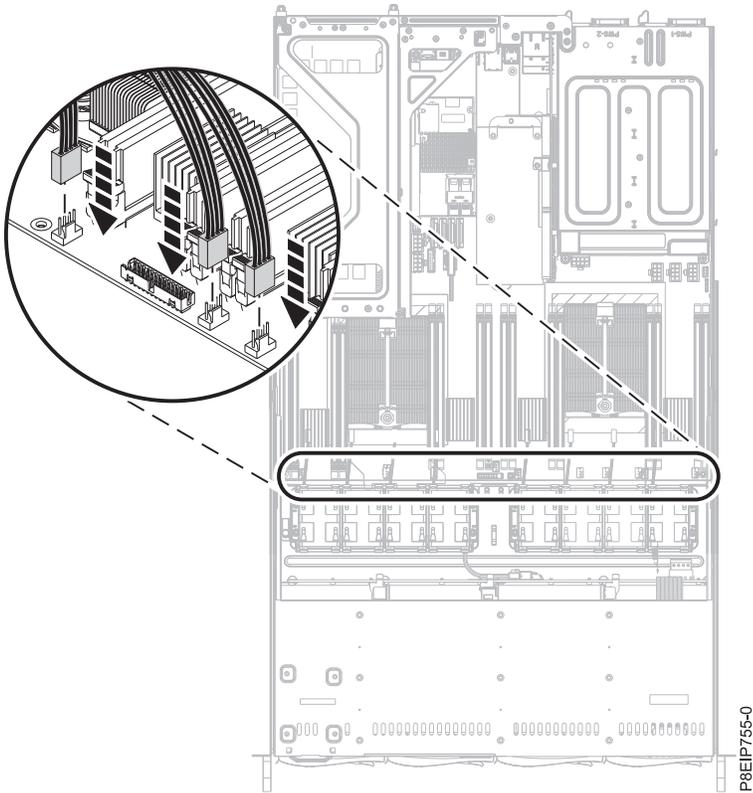

Figure 16. Connexion des câbles de ventilateur au fond de panier système
4. Connectez le câble de ventilateur au fond de panier système, comme indiqué dans la figure 16, à la page 20.